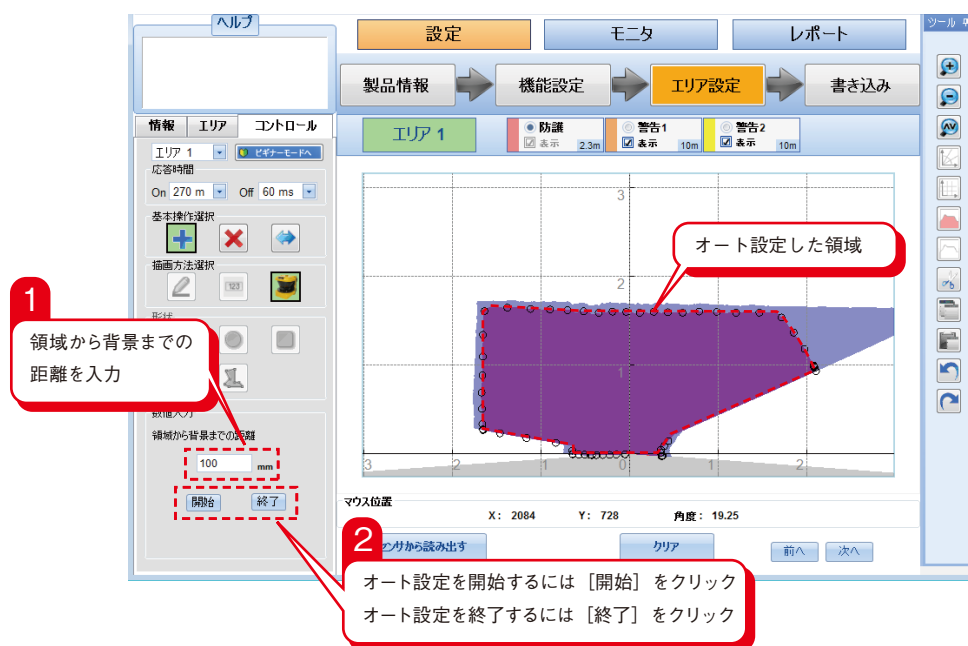

図7-43. オート設定
- [開始]をクリックすると、背景データの取得を開始します。背景データを確定したい場合に[終了]をクリックしてください。その時点の周囲の背景が記憶され、その背景に応じた領域が描画されます (図7-43)。